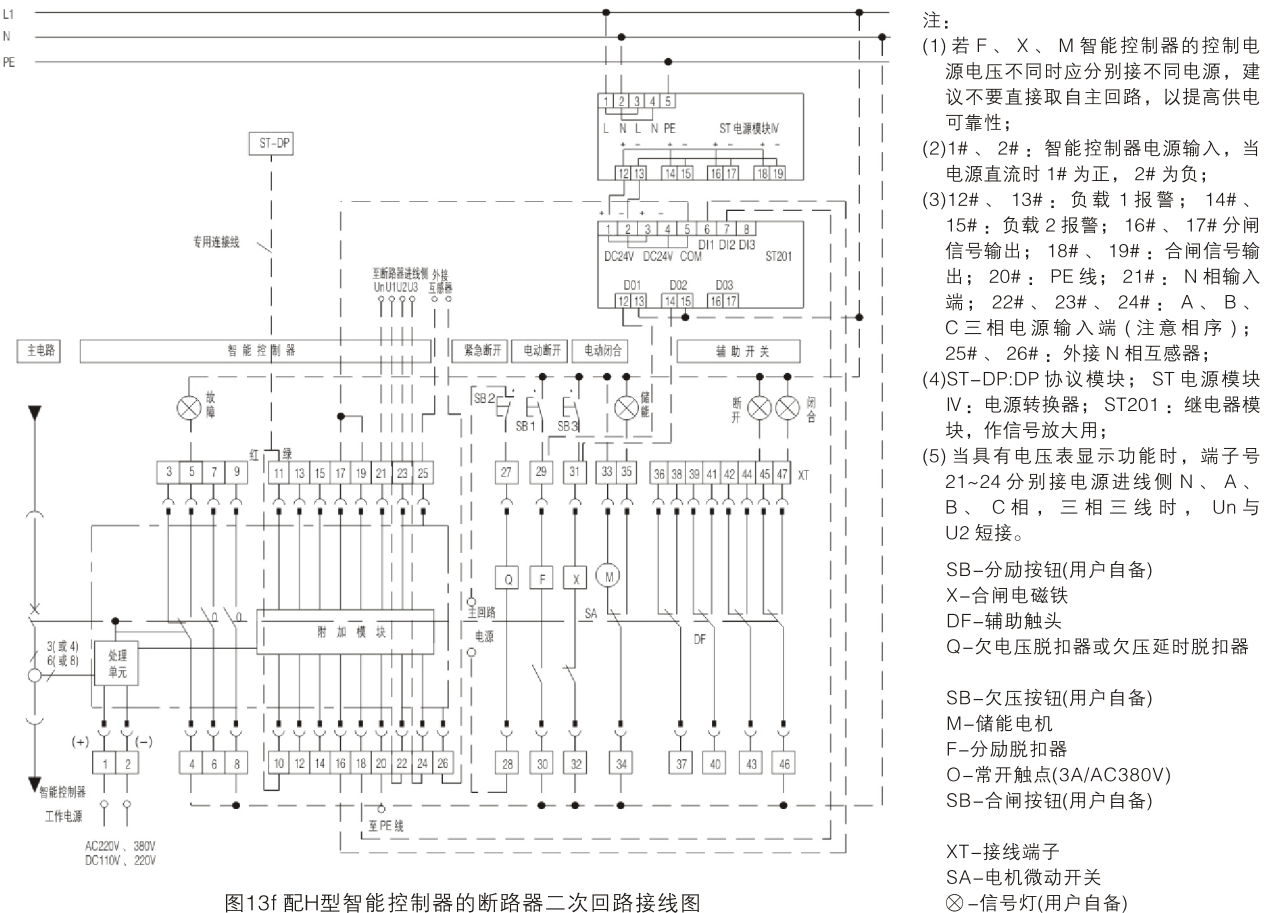

图13f 配H型智能控制器的断路器二次回路接线图
• 2000A~6300AH型智能控制器的断路器二次回路接线图，见图13f(辅助开关为四组转换触头)